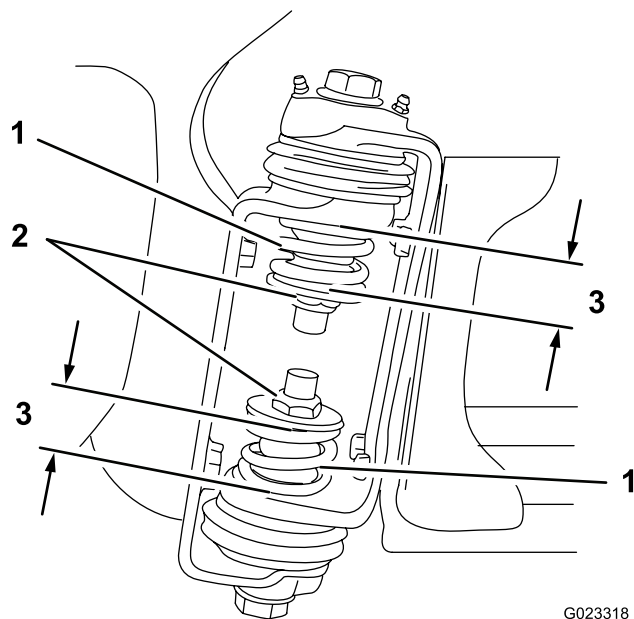

Figura 16
2. En la articulación del brazo, mida la compresión de los muelles superior e inferior, con los brazos en posición extendida (Figura 16).